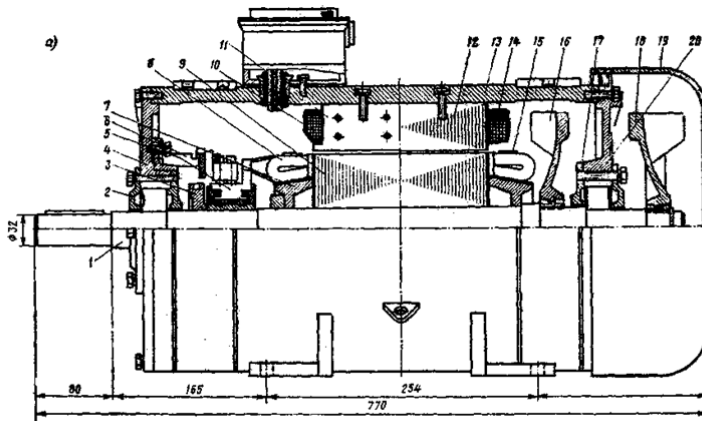

Рис. 4. Общий вид двигателя постоянного тока с высотой оси вращения $h = 160$ мм.
13. Назовите элемент 15, изображённый на рис. 4.